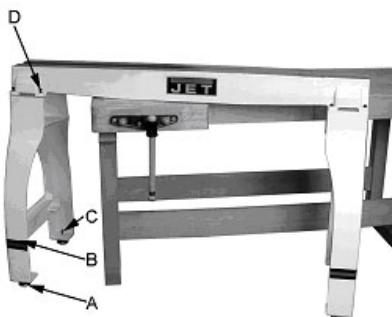

Рис.1
**ВНИМАНИЕ!** Станина станка очень тяжелая! Будьте осторожны и просите помочи при установке ее на станок (рис.1)